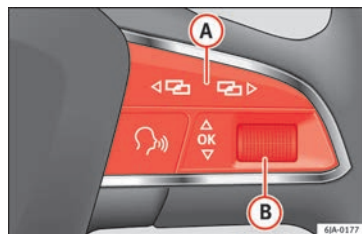

Fig. 30 Volante multifunções: comandos no volante.
- O **Menu principal** ativa-se pressionando os botões **(A)** » **Fig. 30** do volante multifunções.